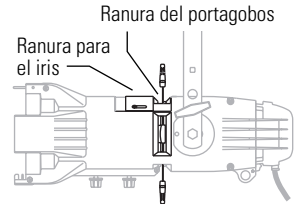

Figura 6
- Afloje la(s) maneta(s) de enfoque en la parte inferior del tubo. Ver la **Figura 6**.
La ranura para el iris se encuentra en la parte superior del tubo frontal, justo delante de la ranura del portagobos. Ver la **Figura 6**. Cuando no esté en uso, una pequeña placa de lámina metálica fijada con dos tornillos de estrella previene fugas de luz y retiene el montaje del iris. Para instalar un iris siga estos pasos: